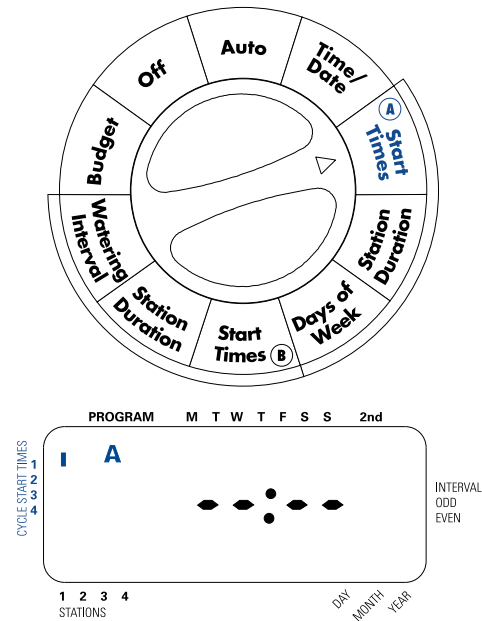

Figura 3: Display a cristalli liquidi con orario d'inizio
- Ruotare il quadrante fino alla posizione **"CYCLE START TIMES" (ORARIO D'INIZIO DEL CICLO)** del "Programma A". Il display visualizzerà una "A" ed un cursore lampeggiante apparirà sul lato di "Cycle Start Time 1" (sul lato sinistro del display a cristalli liquidi). Se ciò non avviene, premere **NEXT (AVANTI)** finché il cursore appare sul lato di "Cycle Start Time 1". [vedi Figura 3]